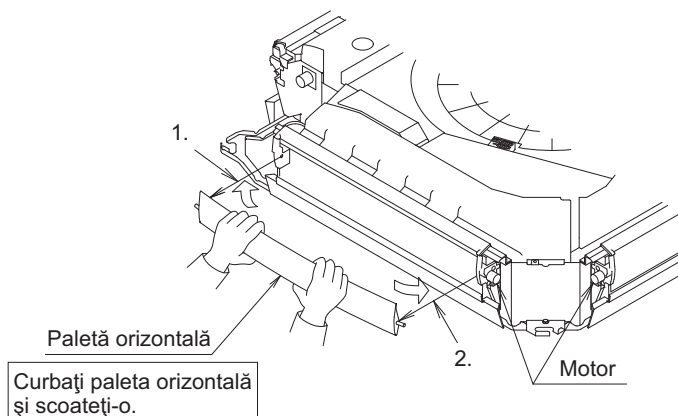
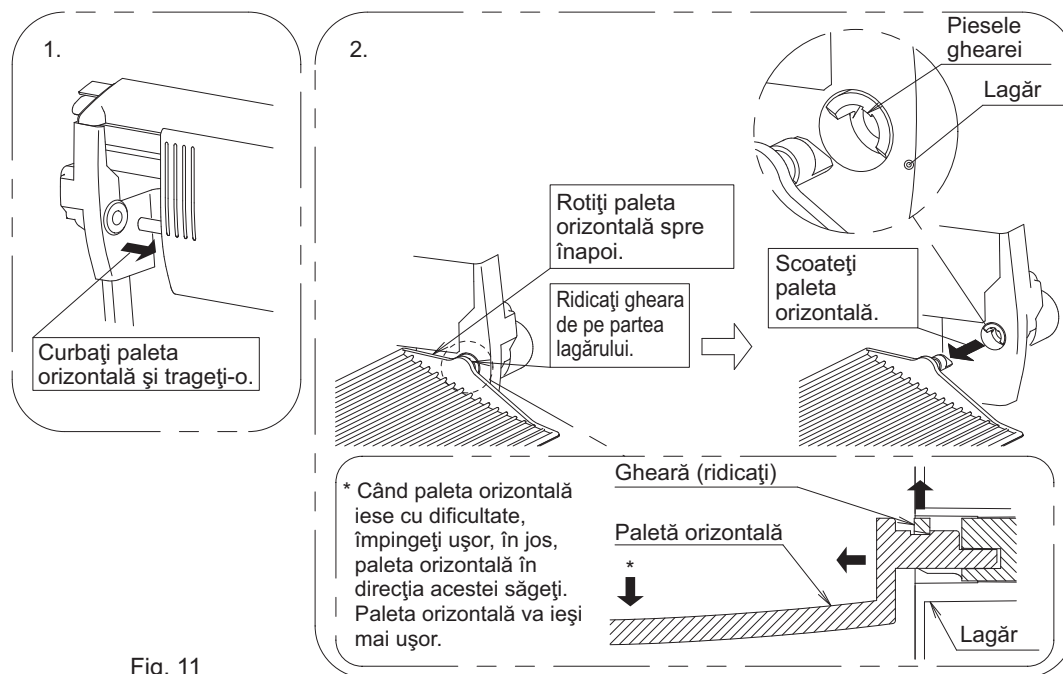

Fig. 10
Fig. 11
### (1) Îndepărtați paleta orizontală a orificiului de evacuare a aerului care va fi blocat. (Consultați Fig. 10 și Fig. 11)